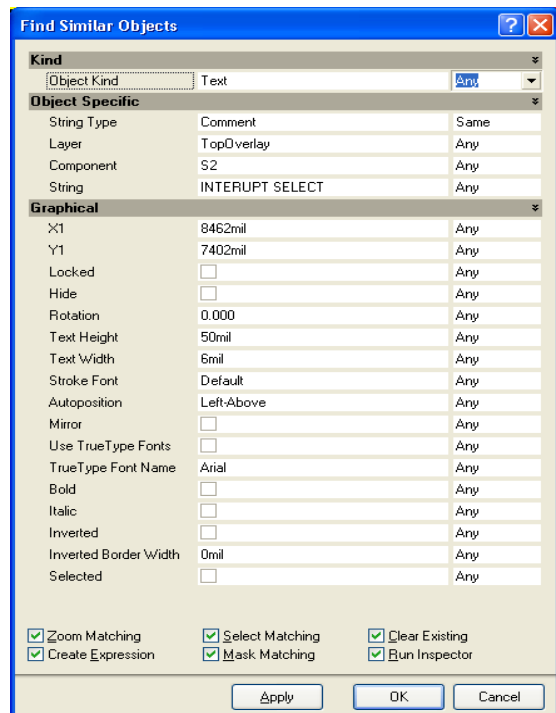

图 61 用 Find Similar Objects 对话框高亮所有元件注释
- 这个将选择所有跟查找标准相匹配的对象。图 61 用 **Find Similar Objects** 对话框高亮所有元件注释
- 图 61 显示了 *Find Similar Objects* 对话框配置查找并选择所有 PCB 元件标识的字符串。